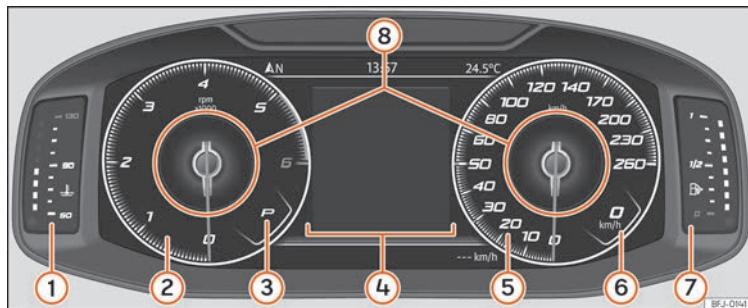

Fig.117 SEAT Digital Cockpit en el tablero de instrumentos (vista clásica).
En la *Vista Clásica* y en *Semicircular watches* se tiene la posibilidad de personalizar la información que aparece en **Perfiles de información** » **fig. 117 ⑧**.
» fig. 117.